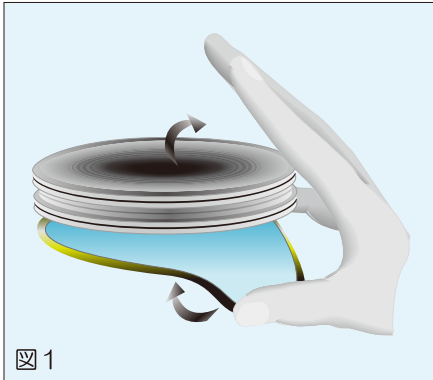

図1
- 1.フレキシブルリングの一部を反転させ、アイリスバルブを通して上に持ち上げる。(図1)